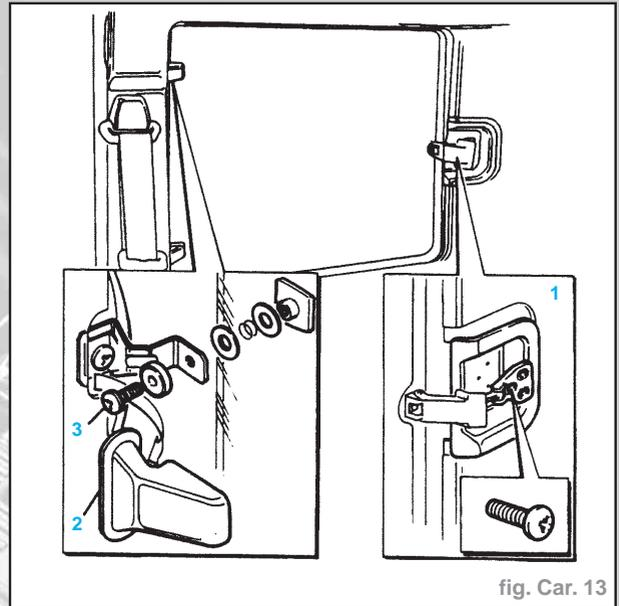

fig. Car. 13
- Déposer les vis de fixation du loquet à la carrosserie et détacher la garniture du loquet (**1**) (Fig. Car. 13).